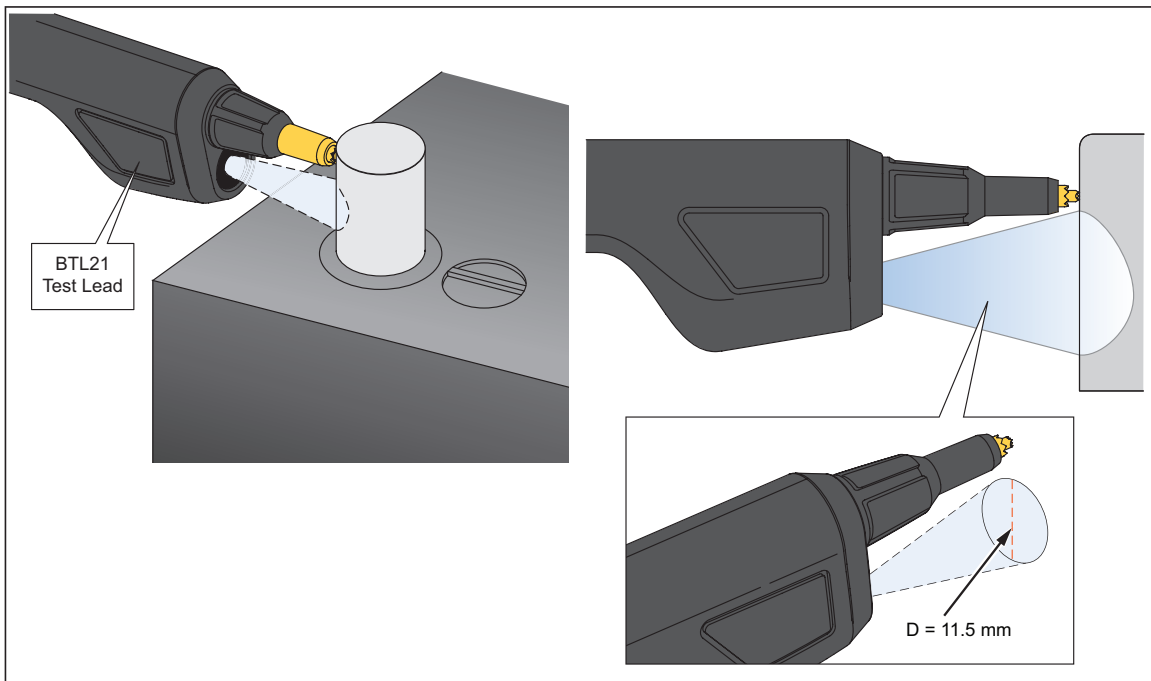

Figure 4-5. Mesure de la température du pôle d'une batterie
2. Réglez le cordon de test de sorte que la totalité du faisceau tombe sur le pôle de la batterie. Voir la Figure 4-5.
La figure 4-5 montre le champ de mesure d'un pôle de batterie.